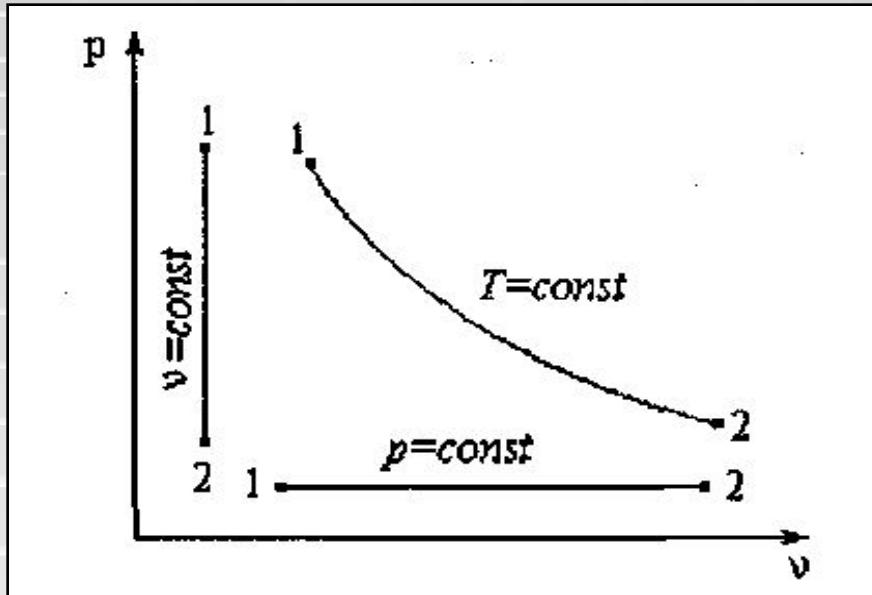

Рис. 1.1.
- Однако использовать трехосную систему координат затруднительно, поэтому на практике пользуются проекциями кривых трехосной системы на плоскости в прямоугольной системе координат. В технической термодинамике для исследования равновесных термодинамических процессов наиболее часто применяют двухосную систему координат $p-v$. В этой системе координат вертикаль изображает изохорный процесс, горизонталь – изобарный, кривая вида гиперболы – изотермический (рис. 1.1).